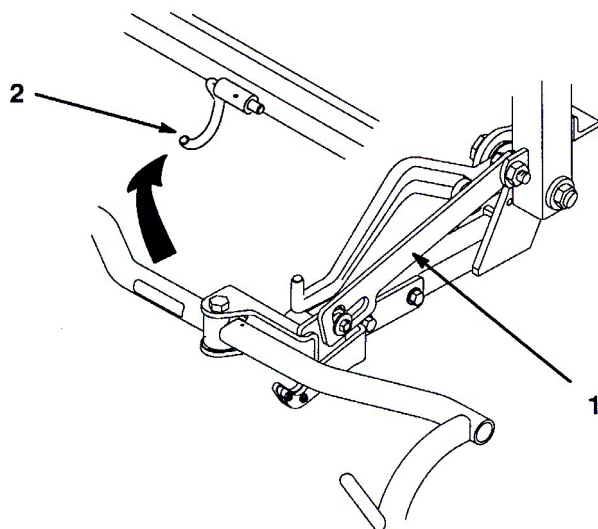

図18
- C. スロット付きリンクを持ち上げておいてプル・フレームをワイヤ・フックに引っ掛ける (図18)。